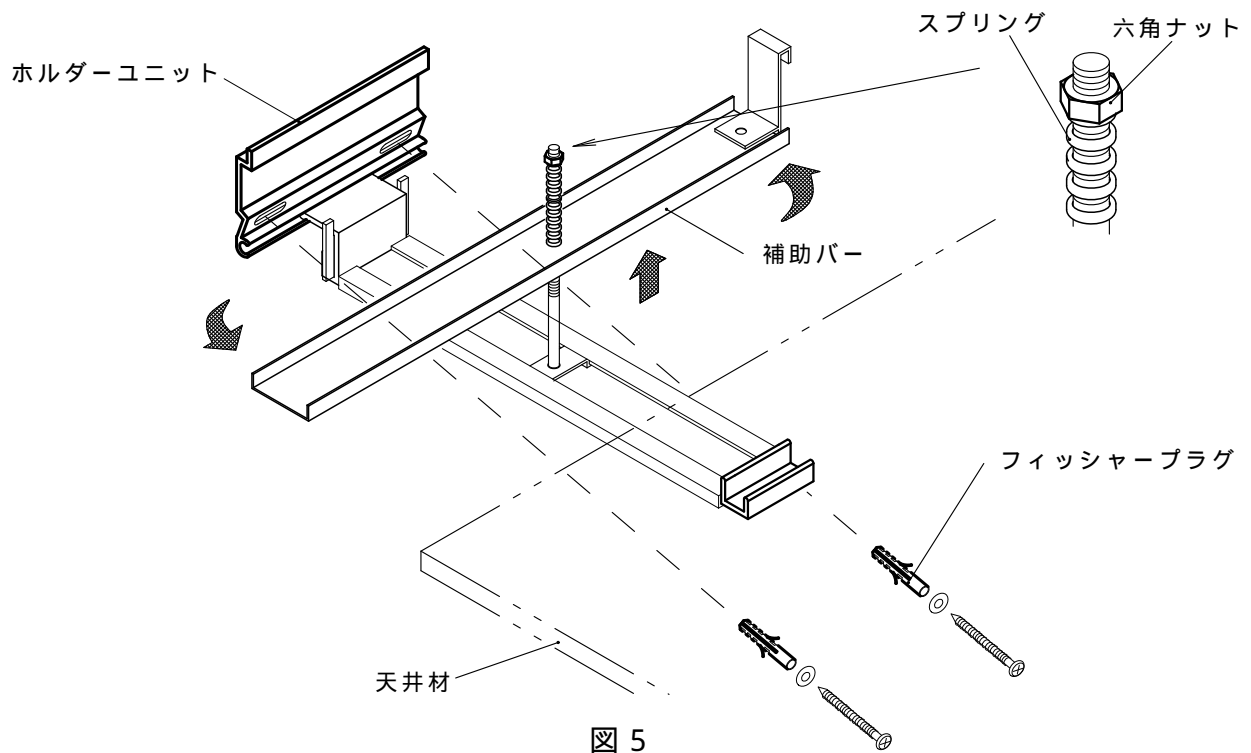

図 5
- 1 . ホルダーユニットにあけられた穴をレベル墨に合わせ 6、深さ40mmの下穴をあけます。付属のフィッシャープラグを下穴に挿入し、固定ネジでホルダーユニットを固定します。(図5)
- 2 . 補助バーを野縁に載せホルダーユニットを固定します。このとき六角ナットでスプリングの強さを調節して下さい。(図5)